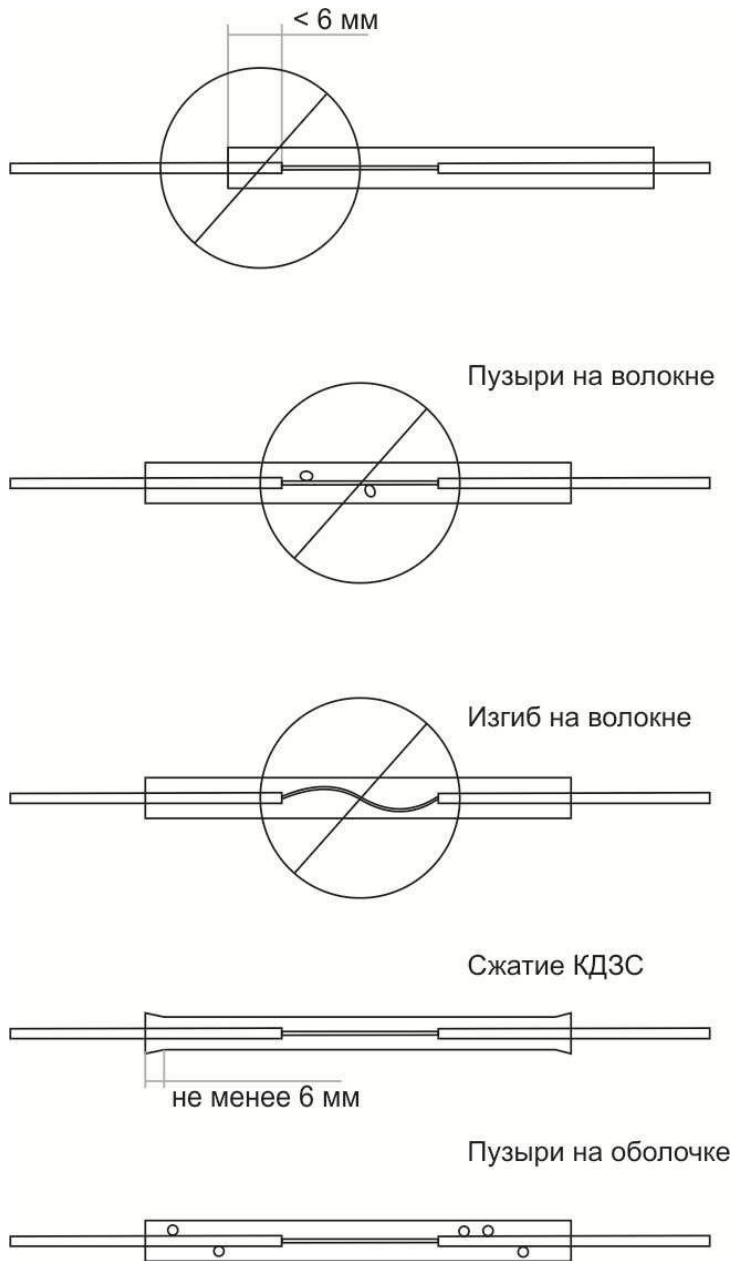

Рис. 3-14.
6) Произведите визуальную проверку защитной гильзы на предмет наличия пузырьков и неоднородностей. Три возможных причины для повторения процесса термоусадки изображены на Рис. 3-14.